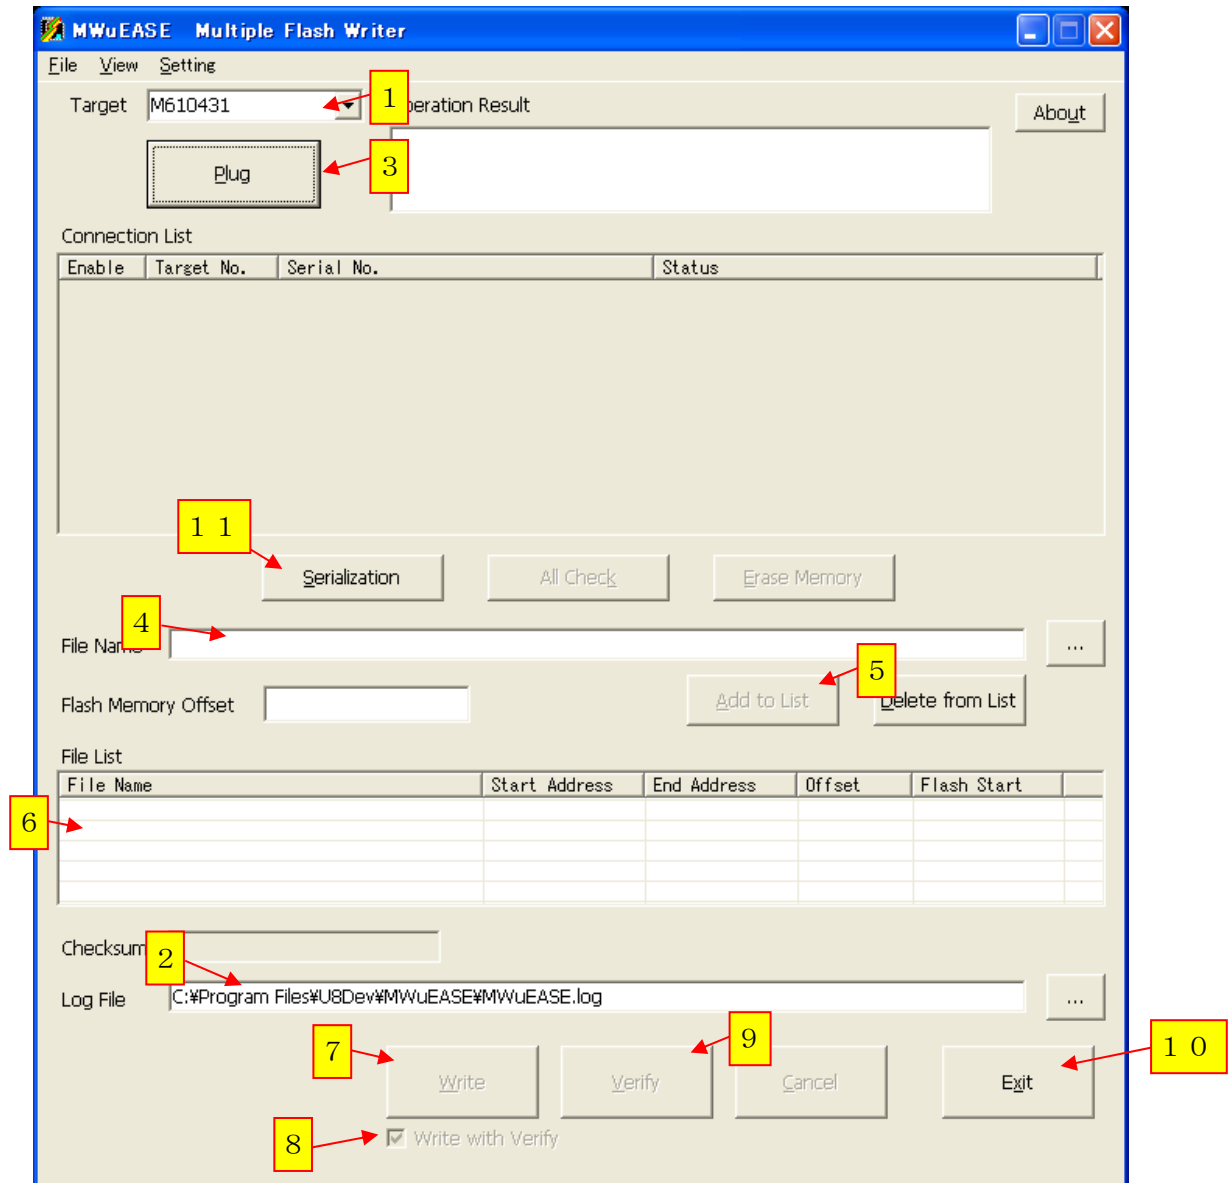
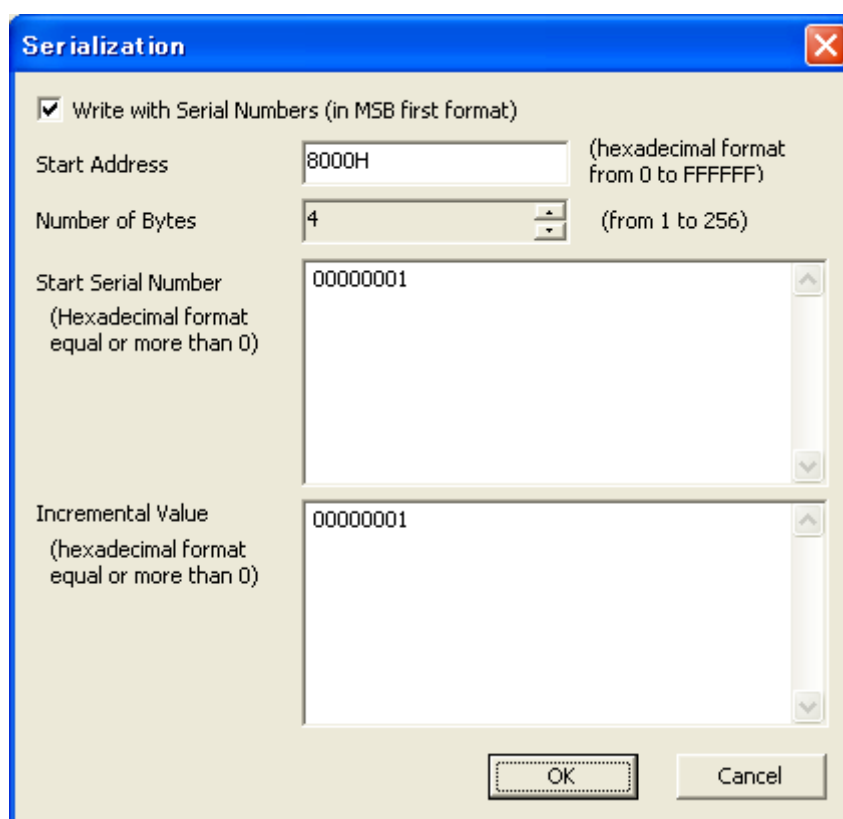

図 4-1 メインダイアログ（詳細モード）
図 4-3-1 Serialization ダイアログ
詳細モードのダイアログを図 4-1 に示します。
1. MWuEASE で書き込むターゲット LSI を、[Target]コンボボックス（図 4-1 の 1 の部分）のプルダウンメニューから選択します。
2. MWuEASE の動作状況を記録するログファイルの指定を行います。（図 4-1 の 2 の部分）
3. [Plug]ボタン（図 4-1 の 3 の部分）をクリックし、uEASE と接続をします。
4. MWuEASE で書き込む HEX ファイル（拡張 Intel HEX フォーマットまたは Motorola S2 フォーマット）を指定します。（図 4-1 の 4 の部分）指定後、[Add to List]ボタン（図 4-1 の 5 の部分）をクリックすることにより確定され、[File List]（図 4-1 の 6 の部分）に追加されます。
上記の操作を行い、[Write]ボタン（図 4-1 の 7 の部分）をクリックすると、フラッシュメモリのイレースをしてから書き込みを行います。また、[Verify]ボタン（図 4-1 の 9 の部分）をクリックすることにより、フラッシュメモリの内容と指定している HEX ファイルの内容の比較を行います。なお、Write ボタンの下にある[Write with Verify]チェックボックス（図 4-1 の 8 の部分）がチェックされていると、[Write]ボタンをクリックするだけで、書き込み終了後に Verify ボタンを押さなくても、自動的に書き込んだファイルとフラッシュメモリの内容の比較を行います。
1. [Unplug]ボタン（図 4-1 の 3 の部分）をクリックして MWuEASE と uEASE との接続を切断します。
MWuEASE を終了するときは、[Exit]ボタン（図 4-1 の 10 の部分）をクリックしてください。終了確認ダイアログが表示されますので、[OK]ボタンをクリックすると終了します。
3. [Plug]ボタン（図 4-1 の 3 の部分）をクリックし、uEASE と接続をします。[Serialization]ボタン(図 4-1 の 1 1 の部分)をクリックすると図 4-3-1 のダイアログが表示されます。
4. MWuEASE で書き込む HEX ファイル（拡張 Intel HEX フォーマットまたは Motorola S2 フォーマット）を指定します。（図 4-1 の 5 の部分）指定後、[Add to List]ボタン（図 4-1 の 6 の部分）をクリックすることにより確定され、[File List]（図 4-1 の 7 の部分）に追加されます。
5. [Write]ボタン（図 4-1 の 8 の部分）が[Write with Serial No.]ボタンに変わっていることを確認してください。クリックすると、フラッシュメモリのイレースをしてから書き込みを行います。同時にシリアル番号をアドレス 8000H～8003H に書き込みます。